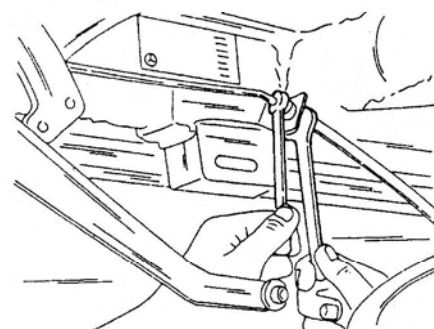

Рис. 190. Подключение тормозного шланга к тормозной трубке.
- Установить тормозной шланг на кронштейн, подсоединить тормозной шланг и закрепить его накидной гайкой. При этом удерживать тормозной шланг за шестигранник (рисунок 190).